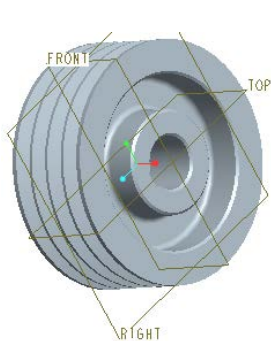
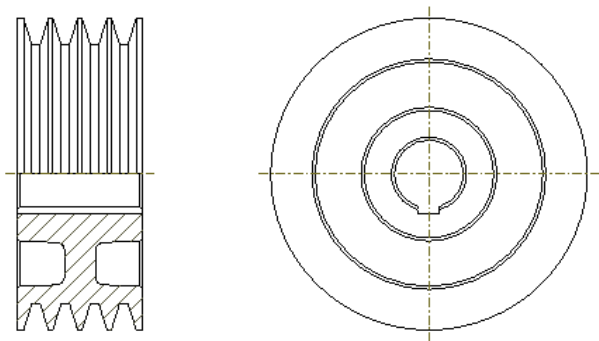

图 12-139 三维实体模型
图 12-140 创建相关的绘图视图
7) 创建半剖视图需要指定有效的剖面、半剖基准平面参照和拾取侧。下面以图 12-139 所示的实体模型为例(bc12_ex7.prt), 创建一般视图和一个投影视图, 然后在一般视图中创建半剖视图, 效果如图 12-140 所示。